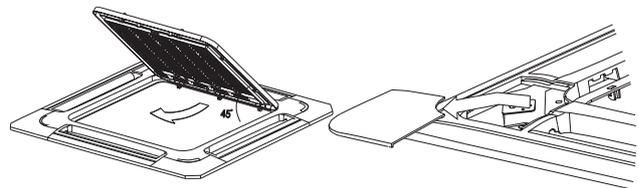

Fig. 5-10
- Saque la rejilla a unos 45° y retírela. (Véase la fig. 5-10)